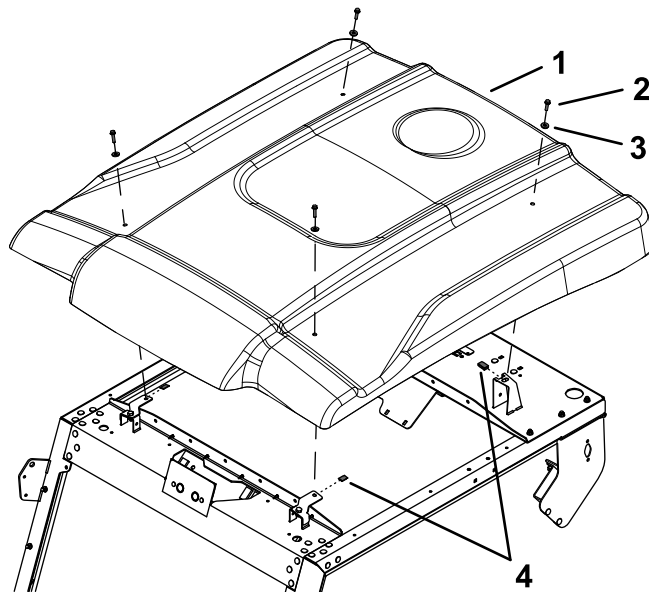

Figura 10
5. Montate il parasole sul telaio con 4 bulloni flangiati a testa esagonale (1/4" x 1"), 4 rondelle di tenuta e 4 clip (Figura 10).